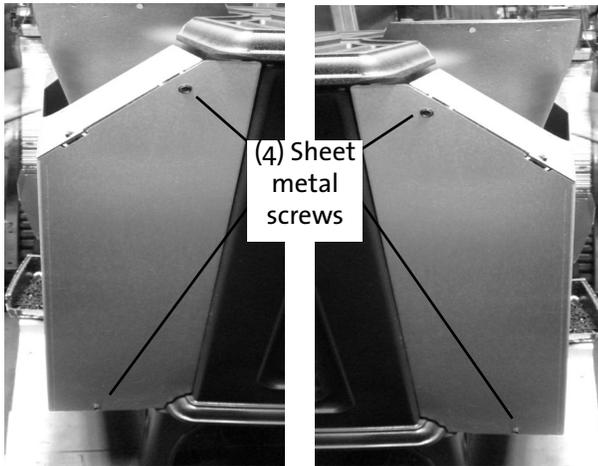

Figure 30. Enlever (4) vis du linceul arrière
3. Utilisez une perceuse avec un bit de prise d'hex de 1/4" pour enlever (4) vis en tôle reliant le linceul arrière au poêle. Voir figure. 30.